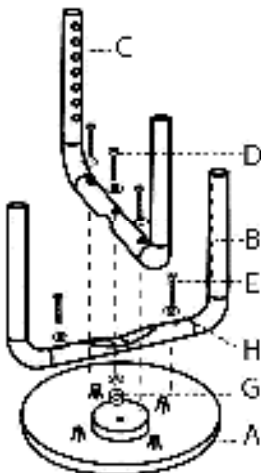

Abb. 4
2. Setzen Sie die Beine zusammen wie in Abb. 4 gezeigt.